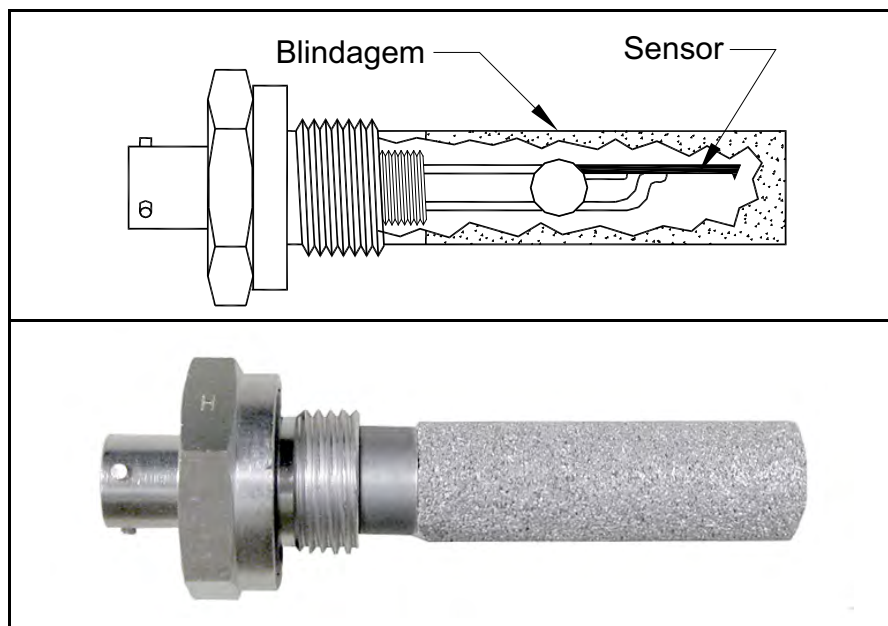
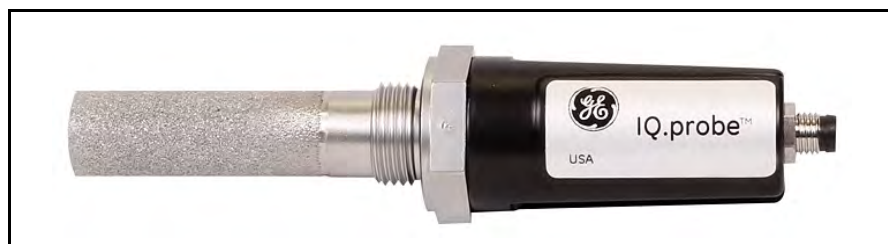

Figura 2: Sonda Série M
Figura 3: IQ.probe
A sonda de umidade faz parte do sistema que entra em contato direto com o processo. O dew.IQ usa qualquer sonda GE **Série M** (veja *Figura 2* abaixo) ou um **IQ.probe** (veja *Figura 3* abaixo) para medir a temperatura de ponto de orvalho em °C ou °F. O conjunto do sensor é fixado na montagem do sensor e protegido por uma blindagem de aço inoxidável concrecionado (veja *Figura 2* abaixo).
- Sonda Série M (veja *Figura 2 na página 2*)
- IQ.probe (veja *Figura 3 na página 2*)